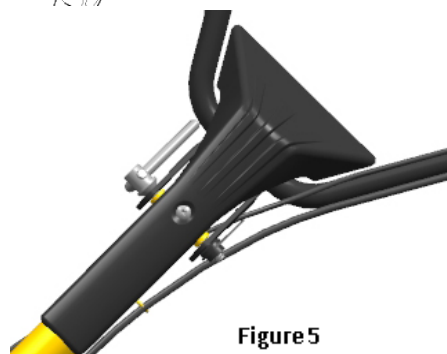

Figure 5
- Slăbiți șurubul de reglare a ghidonului și selectați orificiul în poziția corespunzătoare. Reglați bara încrucișată a ghidonului până la înălțimea mijlocului utilizatorului, apoi rotiți șurubul de reglare și strângeți-l (vezi fig. 5)